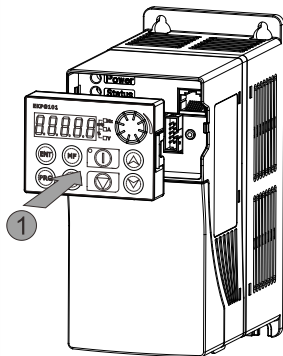

图 2-6 键盘的安装
- ◆ 安装键盘，如下图 2-6：将键盘平齐放入键盘槽，朝方向①按压键盘至听到“咔嚓”声响齐平于机器前表面即可。